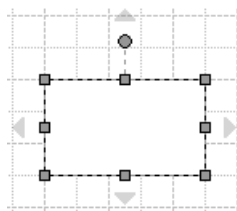

Рисунок 1 — Выделение символа «Процесс»
6.1.3 Слева, на поле «Фигуры», расположены изображения символов схем → Выбрать символ «Процесс», щёлкнув на нём левой клавишей мыши и, удерживая его изображение левой клавишей мыши, перетащить на страницу документа справа. Изображение выделено маркерами (рисунок 1).